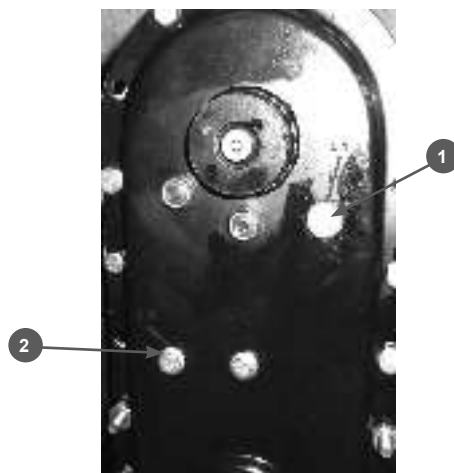

Рис.13
В процессе эксплуатации культиватора нет необходимости в полной замене масла в редукторе. Через каждые 100 часов работы необходимо контролировать уровень масла через контрольное отверстие (2) Рис.13 в редукторе. Нормальным считается уровень до нижнего края отверстия (2).